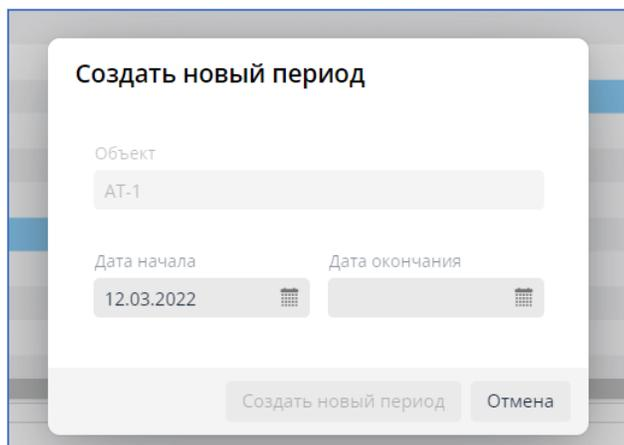

рис. 11.5. Задать даты нового периода планирования ремонтов установок
- выбрать даты начала и окончания периода планирования (см. рис. 11.5.);